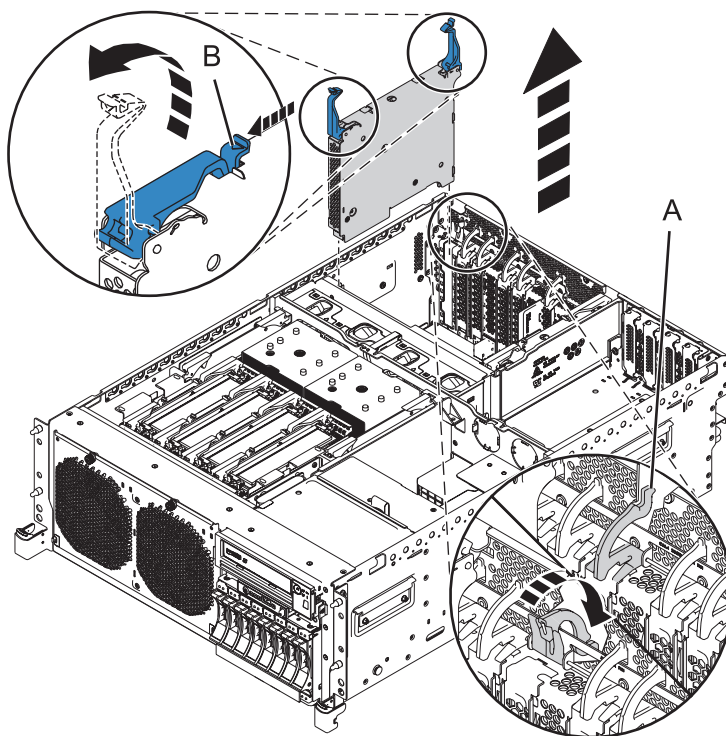
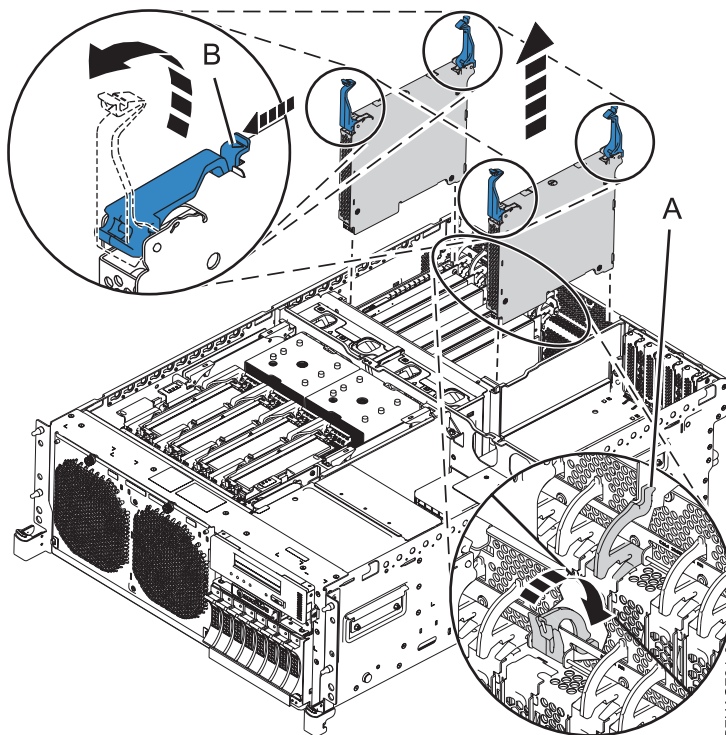

Figura 7. Extracció de l'adaptador GX del sistema 8202-E4B o 8205-E6B muntat en bastidor
Figura 8. Extracció de l'adaptador GX (FC EJ03) des d'un sistema 8202-E4C, 8202-E4D, 8205-E6C o 8205-E6D muntat en bastidor
12. Amb el sistema en posició de servei, traieu el conjunt de l'adaptador existent tal com es mostra a Figura 7 a la pàgina 10 i a Figura 8 a la pàgina 10. Desbloquegeu el pestell que hi ha al damunt de la ranura de l'adaptador (**A**) estirant el pestell cap a la part posterior del sistema.